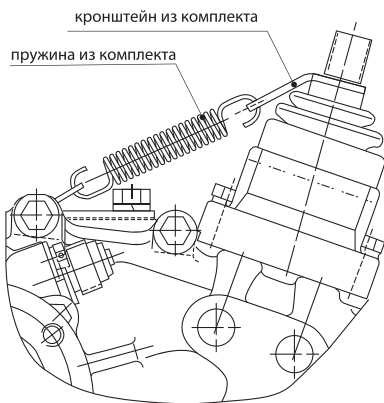

Рис. 12
- Произведите сборку механизма РК в соответствии с **Рис. 12**.